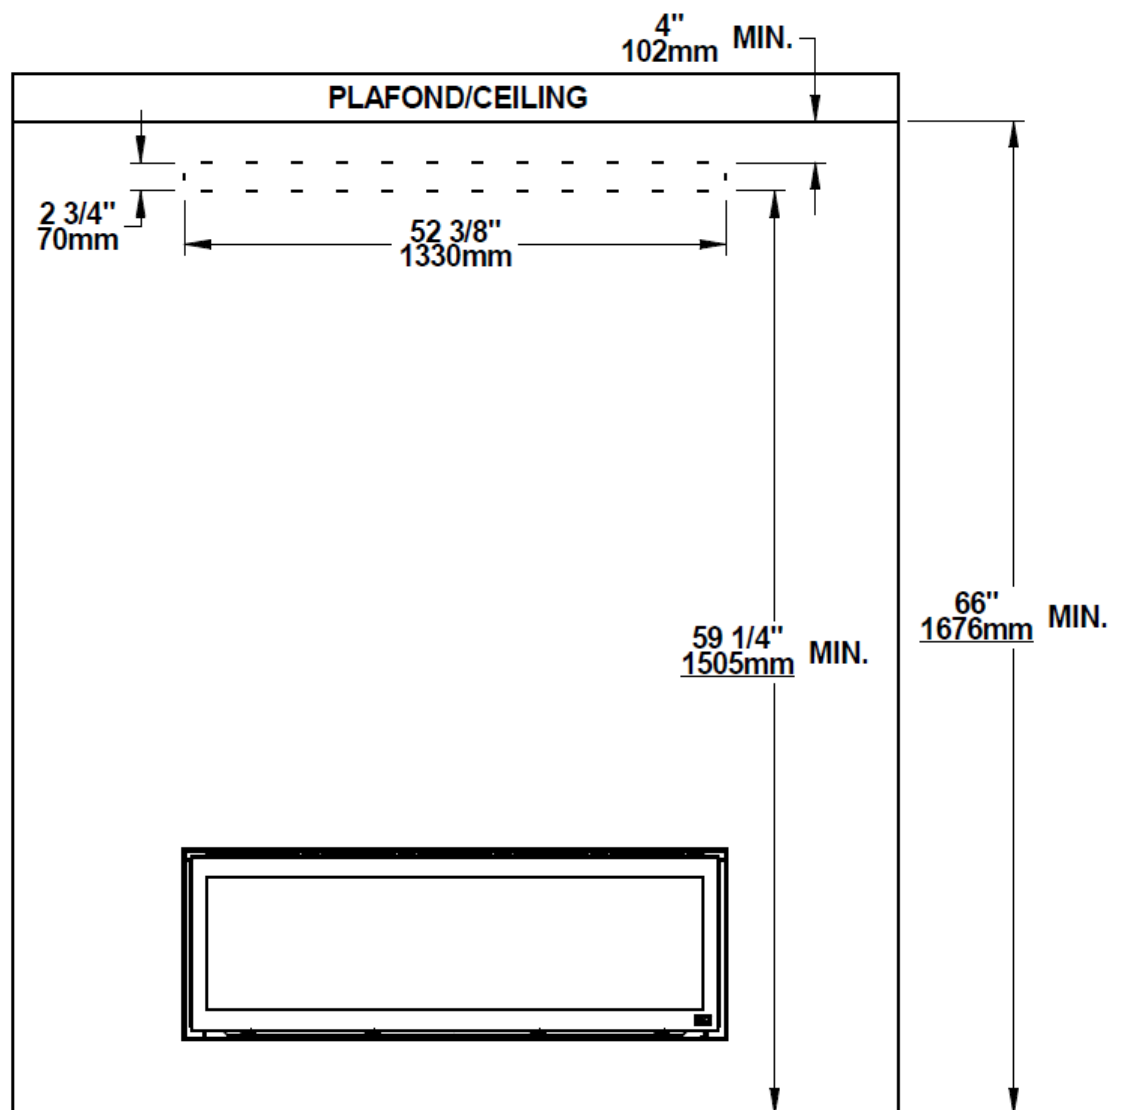

Figure 1 : Emplacement de la grille d'aération pour réduction de la hauteur de plafond
Déterminer l'emplacement de la grille d'aération (**A**) au-dessus du foyer selon la Figure 1. L'ensemble du châssis et de l'enceinte avant du foyer doivent être fait de matériau **non-combustible**.
1. Construire un châssis **non combustible** selon les dimensions montrées sur la Figure 1.